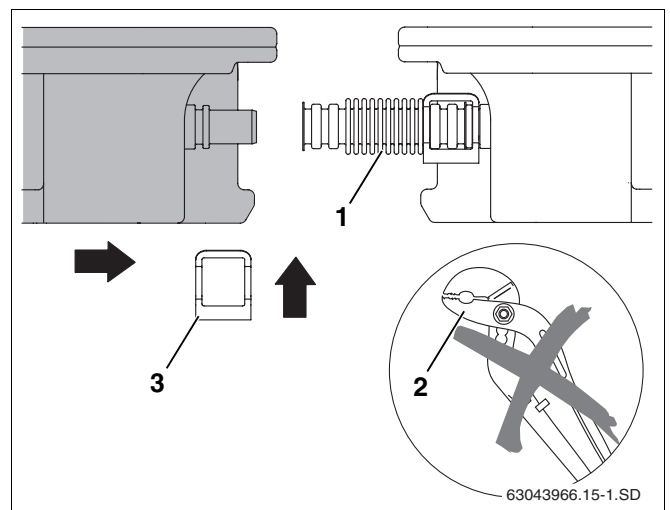

Fig. 46 Deslizar el segundo colector hasta el primero
- ▶ No utilice herramientas tales como alicates (fig. 46, **pos. 2**). Estos pueden dañar la unión del tubo ondulado haciéndola inservible.
- ▶ Deslice el segundo colector hacia el primer colector de tal forma que las conexiones del colector se deslicen hasta entrar en las uniones de tubo ondulado (fig. 46, **pos. 1**) montadas previamente en el primer colector.
- ▶ Introduzca la segunda abrazadera (fig. 46, **pos. 3**) sobre la unión del tubo ondulado y la conexión del colector.